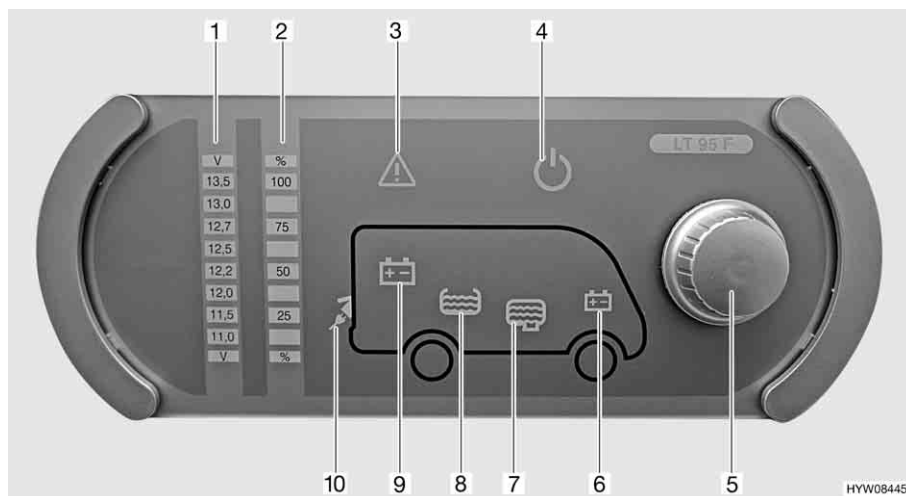

Fig. 122 Pannello di controllo (LT 95)
Il pulsante a rotazione (Fig. 122,5) inserisce o disinserisce il pannello di controllo e l'alimentazione a 12 V dell'abitacolo.
- Premere il pulsante a rotazione (Fig. 122,5): L'alimentazione a 12 V dell'abitacolo è inserita. La spia di controllo a 12 V (Fig. 122,4) diventa verde.
- Premere il pulsante a rotazione (Fig. 122,5): L'alimentazione a 12 V dell'abitacolo è disinserita. La spia di controllo a 12 V (Fig. 122,4) si spegne.
Mediante il pulsante a rotazione (Fig. 122,5) si possono interrogare sia la tensione della batteria dell'abitacolo che la tensione della batteria di avviamento. La tensione viene visualizzata sulla scala indicatore per la tensione della batteria (Fig. 122,1).
- Ruotare il pulsante a rotazione (Fig. 122,5), finché si accende il simbolo della batteria della quale deve essere interrogata la tensione.
Viene indicata la tensione della batteria dell'abitacolo (Fig. 122,9)
Viene indicata la tensione della batteria di avviamento (Fig. 122,6)
- Leggere la tensione sulla scala indicatore della tensione della batteria (Fig. 122,1).
Mediante il pulsante a rotazione (Fig. 122,5) si possono interrogare sia il livello del serbatoio dell'acqua che il livello del serbatoio delle acque grigie. Il livello viene visualizzato sulla scala indicatore livello dei serbatoi (Fig. 122,2).
- Ruotare il pulsante a rotazione (Fig. 122,5), finché si accende il simbolo del serbatoio del quale deve essere interrogato il livello.
Viene indicato il livello del serbatoio dell'acqua (Fig. 122,8)
Viene indicato il livello del serbatoio delle acque grigie (Fig. 122,7)
- Leggere il livello sulla scala indicatore del livello serbatoio (Fig. 122,2).
La spia luminosa Alarm (Fig. 122,3) lampeggia non appena i valori limite fissati vengono superati per eccesso o per difetto.
La spia luminosa Alarm (Fig. 122,3) lampeggia non appena la tensione della batteria scende al di sotto di 11 V. Se l'alimentazione a 12 V è accesa, si accende anche il relativo simbolo della batteria (Fig. 122,6 o 9), e l'indicatore "11,0" sulla scala indicatore della tensione della batteria (Fig. 122,1) lampeggia. Rischio di uno scaricamento totale della batteria.
La spia luminosa Alarm (Fig. 122,3) lampeggia ed il relativo simbolo del serbatoio (Fig. 122,7 o 8) si accende non appena il serbatoio dell'acqua è vuoto o il serbatoio delle acque grigie è pieno.
La spia di controllo a 230 V (Fig. 122,10) si accende quando all'ingresso della centralina elettrica è presente una tensione di rete.